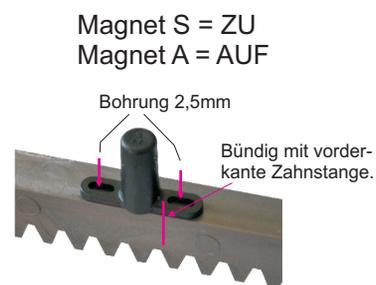

Abb. 4
- bringen Sie die Endschalterbetätigungen auf der Zahnstange an (Abb.4) diese begrenzen später den Torlaufweg, diese müssen evtl. nochmals verstellt werden.